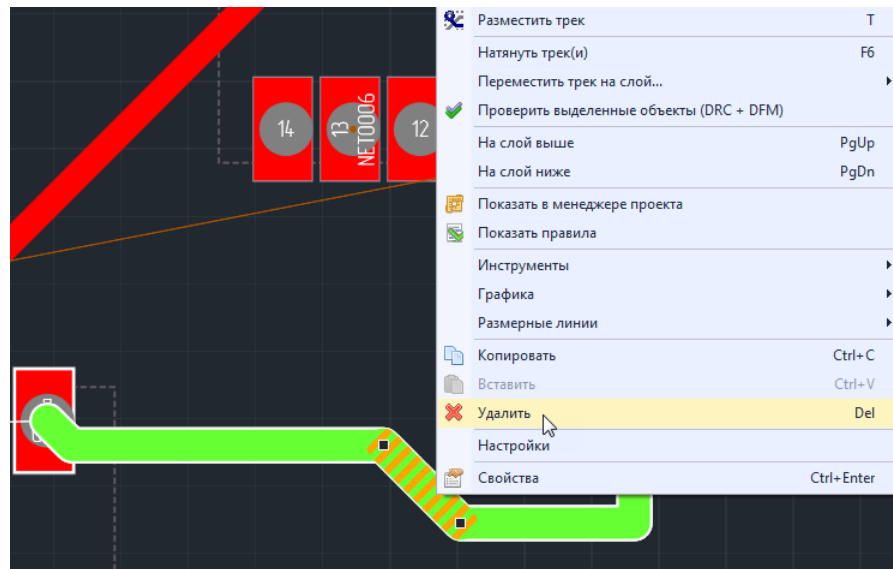

Рис. 197 Удаление сегмента трека
2. Вызвать контекстное меню и выбрать пункт «Удалить», см. Рис. 197. Кроме того, можно воспользоваться клавишей, которая назначена для этого действия. Для этого действия по умолчанию назначена клавиша Delete.